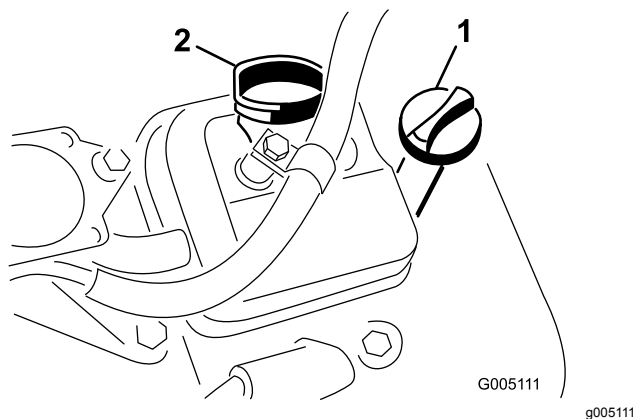

Рисунок 33
3. Вставьте и заверните масломерный щуп в трубку для щупа (**Рисунок 33**).